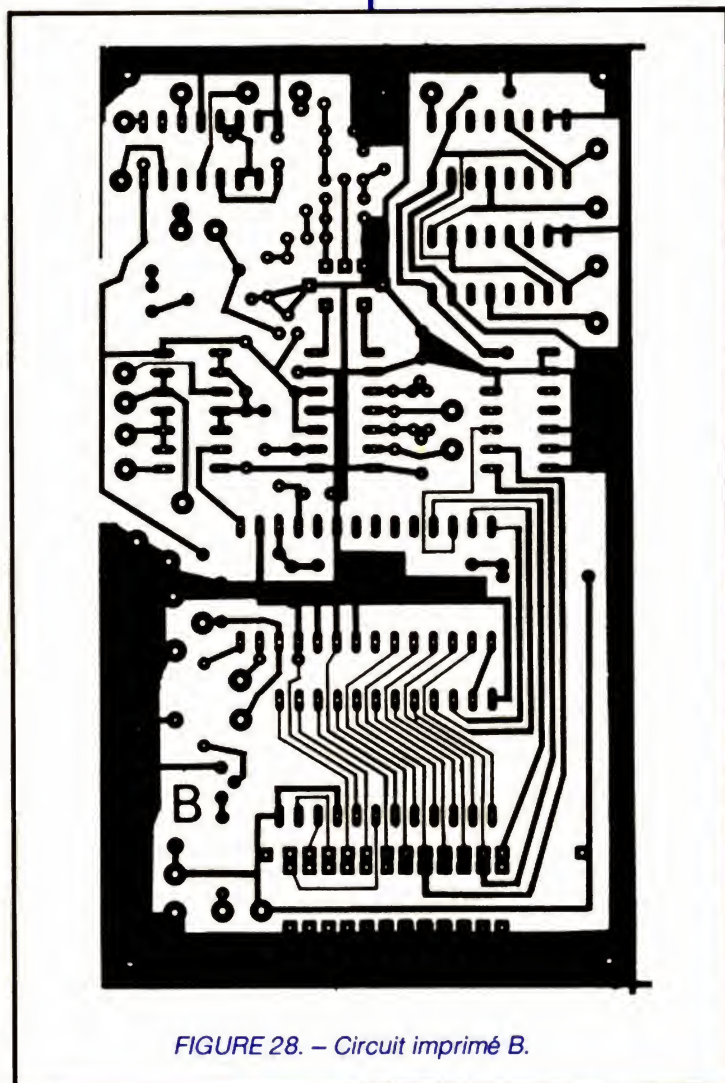

FIGURE 28. – Circuit imprimé B.
- **CI. B.** Du générateur d'horloge, voir figure 28. Encore un simple face, en époxy 15/10 mais cette fois nettement plus dense.